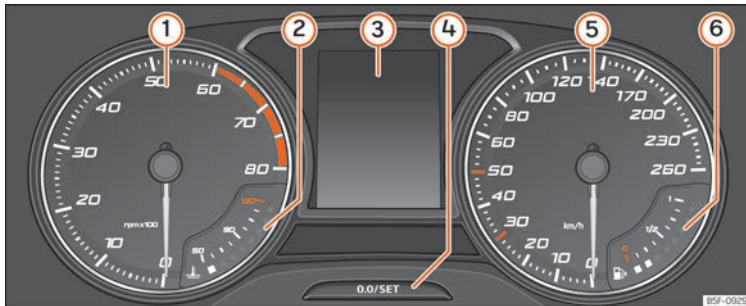

Fig.74 Cuadro de instrumentos en el tablero de instrumentos.
»» **fig. 74:**
- Pulse brevemente el botón **0.0/SET** »» fig. 74 **4** para restablecer el cuentakilómetros parcial a 0.